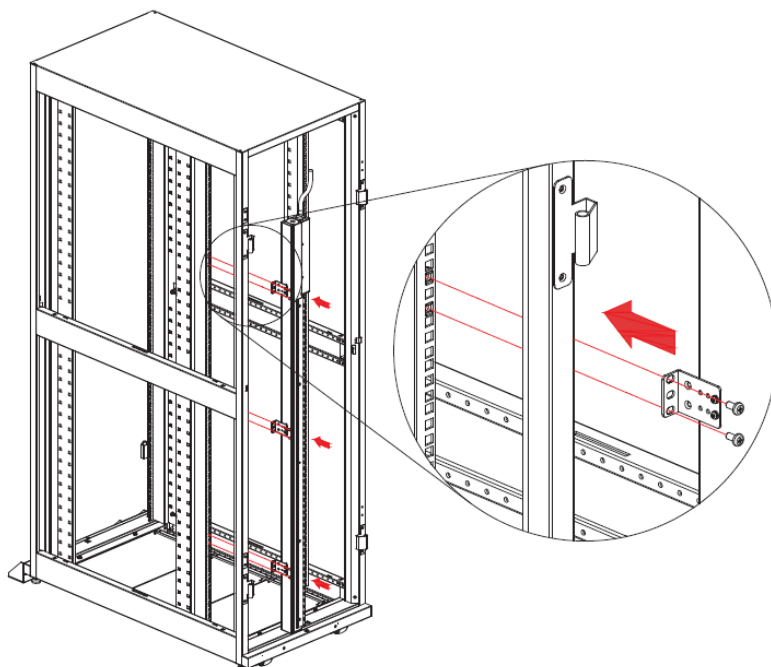

Рисунок 4.
5. Установить БРП на монтажной рейке стойки при помощи винтов М6*12 мм и закладных гаек М6. См. **Рисунок 4**.